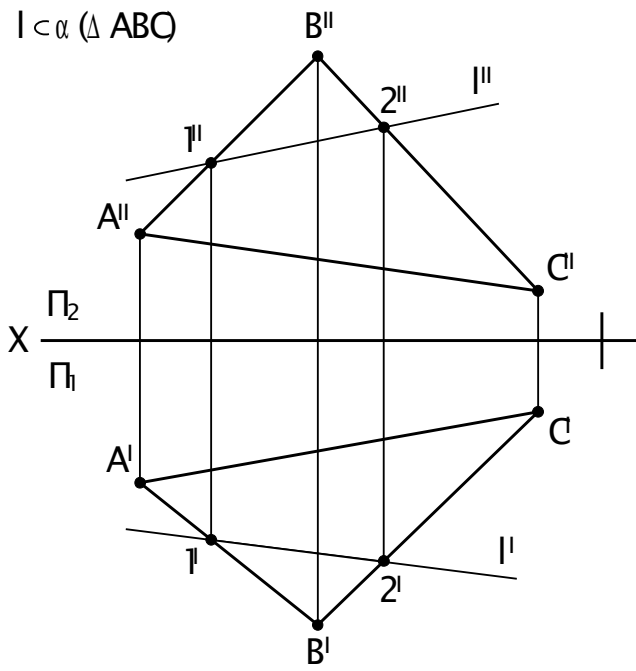

Рис. 12
3. Прямая принадлежит плоскости, если две ее точки принадлежат этой плоскости (Рис. 12).